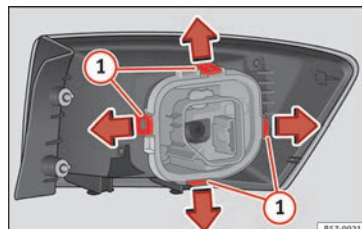

Fig. 109 Linguette di fissaggio nella parte posteriore del fanale di coda.
- Smontare il portalamпада sbloccando le linguette di fissaggio » **fig. 109 ①**.